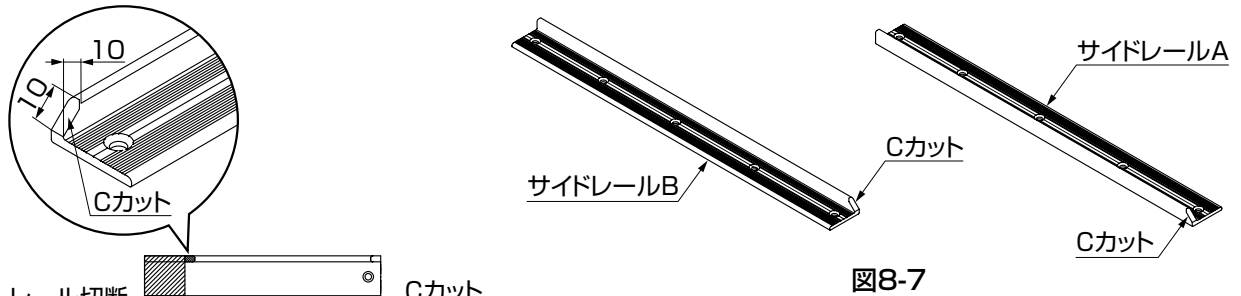

図8-7
- ① サイドレールにはCカットが片側のみ加工されています。(図8-7参照)